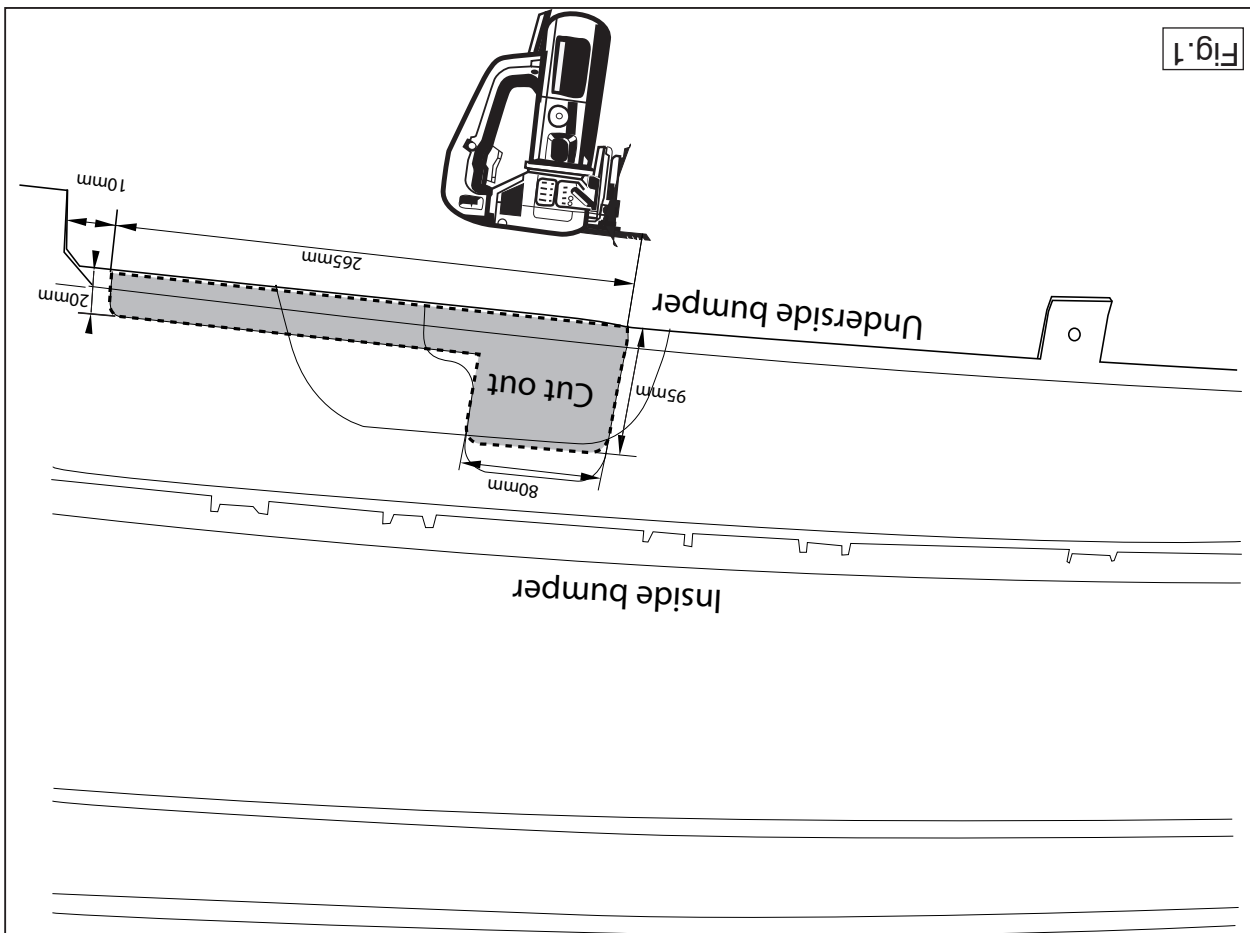

Fig.1
- 2 **S40+V50:** Saw a section out of the middle of the underside of the bumper as shown in fig 1.
- S40+V50:** Auf der Unterseite der Stoßstange einen Teil aus der Mitte gemäß Abbildung 1 herausschneiden.